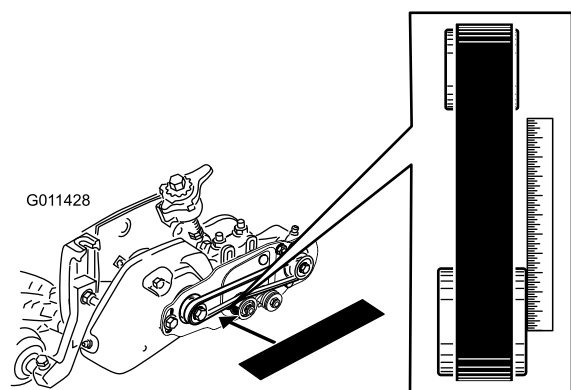

Figura 35
- Appoggiate un regolo sulla superficie esterna della puleggia **di comando** (Figura 35).